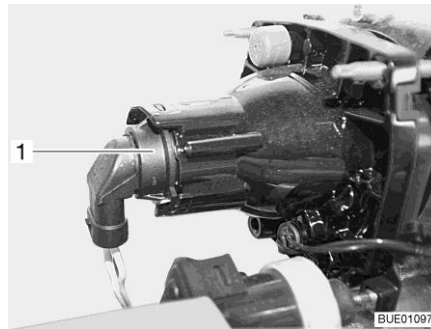

Fig. 289 Feux de croisement/feux de position/feux de route
- Placer la main derrière le support de l'ampoule (Fig. 289,1).